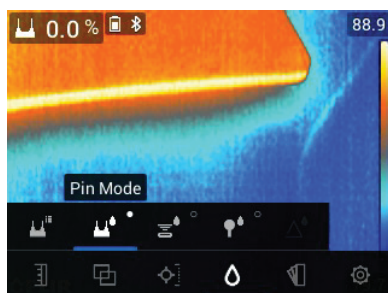

Figure 7.10 Sélection du mode Avec broche dans le menu
1. Sélectionnez le mode Avec broche dans le menu (*mode Humidité/mode Avec broche*) ; voir **Figure 7-10** ci-dessus.